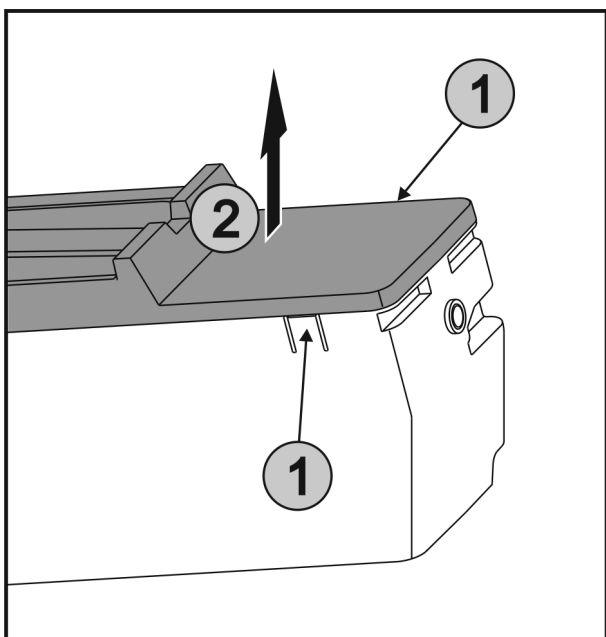

Fig. 64
- ▶ Wcisnąć jednocześnie nakładki Fig. 64 (1) znajdujące się po obu stronach EasyTwist-Ice, a pokrywę zdjąć podnosząc Fig. 64 (2) do góry.